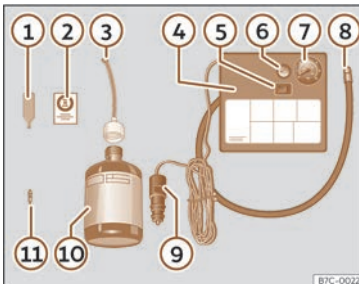

Fig. 31 Representació estàndard: contingut del joc antipunxades.
>>> **fig. 31:**
- Desenrosqueu el caputxó i l'obús de la vàlvula del pneumàtic. Utilitzeu l'aparell >>> **fig. 31** ① per extreure l'obús. Poseu-lo en una superfície neta.
- Sacsegeu amb força l'ampolla de segellador de pneumàtics >>> **fig. 31** ⑩.
- Enrosqueu el tub d'inflament >>> **fig. 31** ③ a l'ampolla de segellador. El precinte de l'ampolla es trencarà automàticament.
- Traieu el tap del tub d'ompliment >>> **fig. 31** ③ i caragoleu l'extrem obert del tub a la vàlvula del pneumàtic.
- Torneu a posar l'obús amb l'aparell >>> **fig. 31** ① a la vàlvula del pneumàtic.
- Enrosqueu el tub d'inflament del pneumàtic del compressor >>> **fig. 31** ⑧ a la vàlvula del pneumàtic.
- Comproveu que el caragol d'evacuació d'aire està tancat >>> **fig. 31** ⑥.
- Fixeu el connector >>> **fig. 31** ⑨ a la presa de corrent de 12 volts del vehicle >>> pàg. 150.
- Connecteu el compressor d'aire amb comutador ON/OFF»» **fig. 31 ⑤**.
- Enganxeu l'adhesiu»» **fig. 31 ②** al quadre d'instruments, dins del camp visual del conductor.
Torneu a enroscar el tub d'inflament »» **fig. 31 ⑤** i comproveu la pressió en el manòmetre **⑥**.